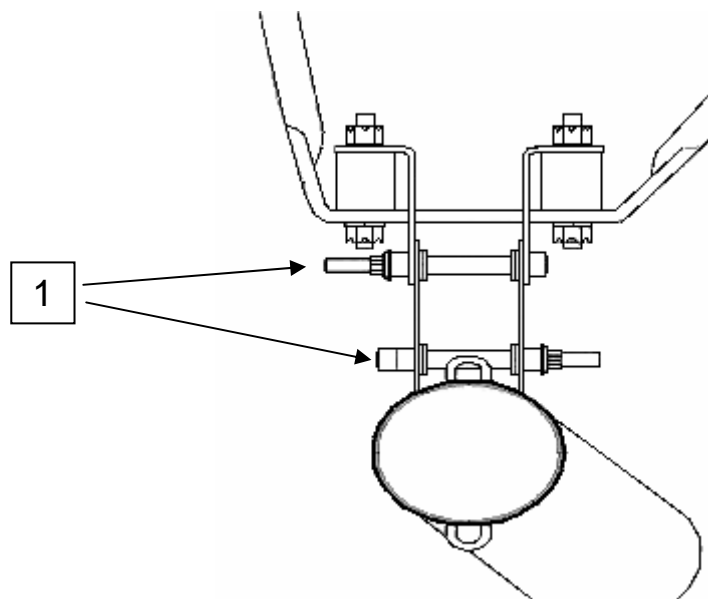

Bild 2 / Figure 2
3. Die zwei Schrauben (Bild 2) der Schelle demontieren.
3. Remove the 2 bolts (Fig 2, item 1) that hold the fixing clamp of the installed muffler.